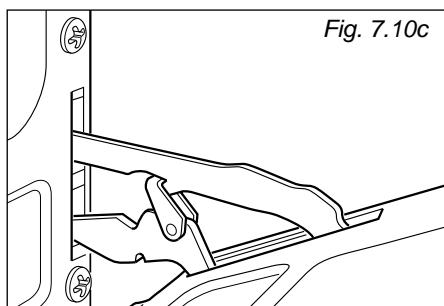

Fig. 7.10c
- Cierre con suavidad la puerta y extraiga el pasador inferior de su alojamiento (Fig. 7.10C).